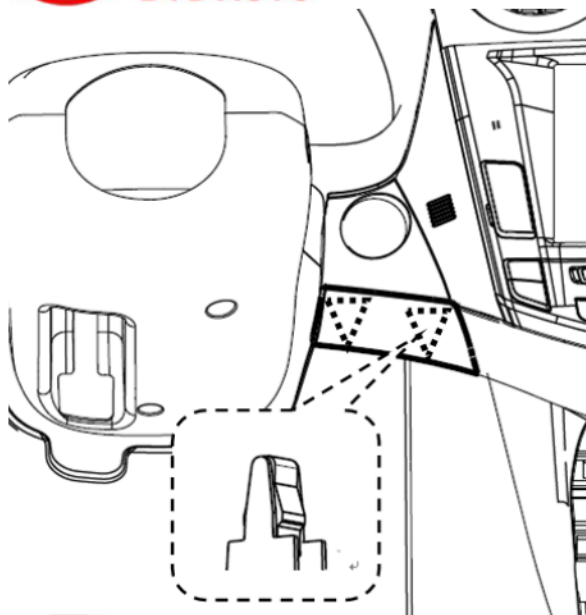

图1-1-7-1仪表板中左饰条安装结构示意图
- (1) 用头部缠绕柔性胶带(或其它柔性产品)的一字螺丝刀小心撬起图1-1-7-1所示两个卡扣安装点;
- (2) 当卡扣都脱开时,取下仪表板中左饰条。